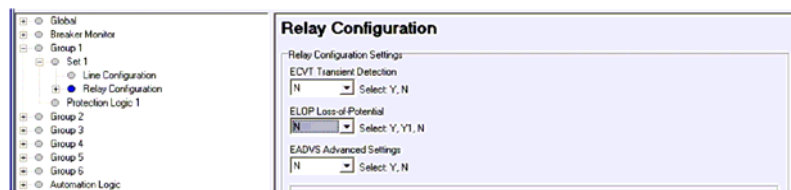

Figura 6.22 Ajustes da Configuração do Grupo 1 (Group 1) do Relé: ACSELERATOR
- c. Expandir os ajustes do **Group 1** e clicar nas ramificações da opção **Relay Configuration** na tela da opção **Settings**, conforme mostrado na Figura 6.22.